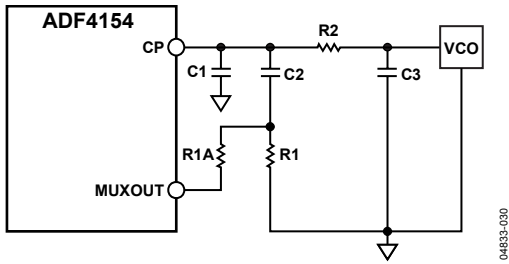

図23.回路 2—高速ロック・ループ・フィルタ回路
- 回路 2: 追加抵抗(R1A)を直接 MUXOUT に接続(図 23 参照)。追加抵抗と制動抵抗(R1)の並列接続が R1 の元の値の 1/4 になるように追加抵抗を選択します(図 23 参照)。